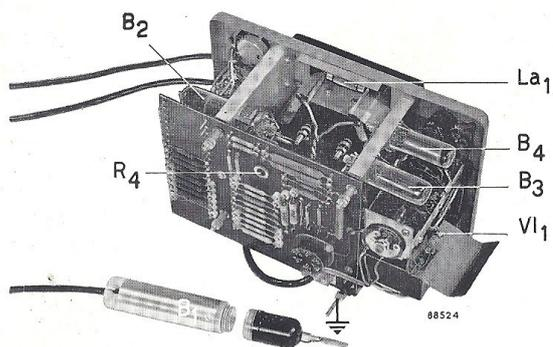

Fig. 7
La disposition des tubes est donnée par la fig. 7.
La borne de masse (" $\perp$ " de la fig. 7) correspond au potentiel du boîtier et à celui des douilles  $Bu_1$ ,  $Bu_3$  et  $Bu_8$ .
2. Après 10 minutes environ, régler, à l'aide de  $R_3$ , la déviation de l'aiguille sur zéro. Si cela apparaît impossible, on peut, en modifiant le réglage de  $R_4$  (réglage au tournevis à l'arrière, voir fig. 7), ramener le zéro dans la gamme de réglage de  $R_3$ .
**Nota** – Pour des mesures sur des circuits dont la tension peut être successivement positive ou négative par rapport au châssis (p. ex. discriminateur) on peut amener l'aiguille au centre du cadran par la manœuvre du potentiomètre  $R_4$  situé à l'arrière de l'appareil (voir fig. 7).